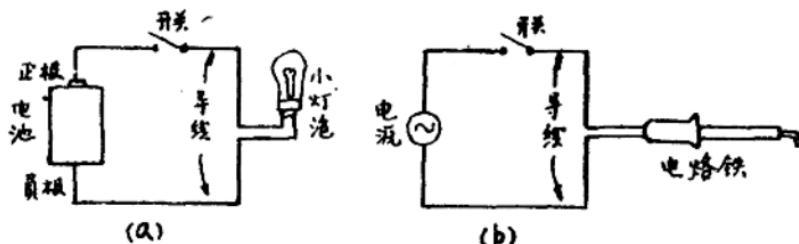

图 1—1 电路的构成
要产生电流，需要构成电路。最简单的用电电路如图 1—1 所示。从图中的两个例子可以看到，一个电路的组成主要有三部分：
① 电源：它的内部具有推动电流流动的原动力，是电路中电能的来源。干电池、蓄电池、直流发电机，以及电子技术中常用的直流稳压电源等，都是最常用的直流电源。
② 负载：就是各种用电设备，如图 1—1 中的灯泡、电烙铁等。